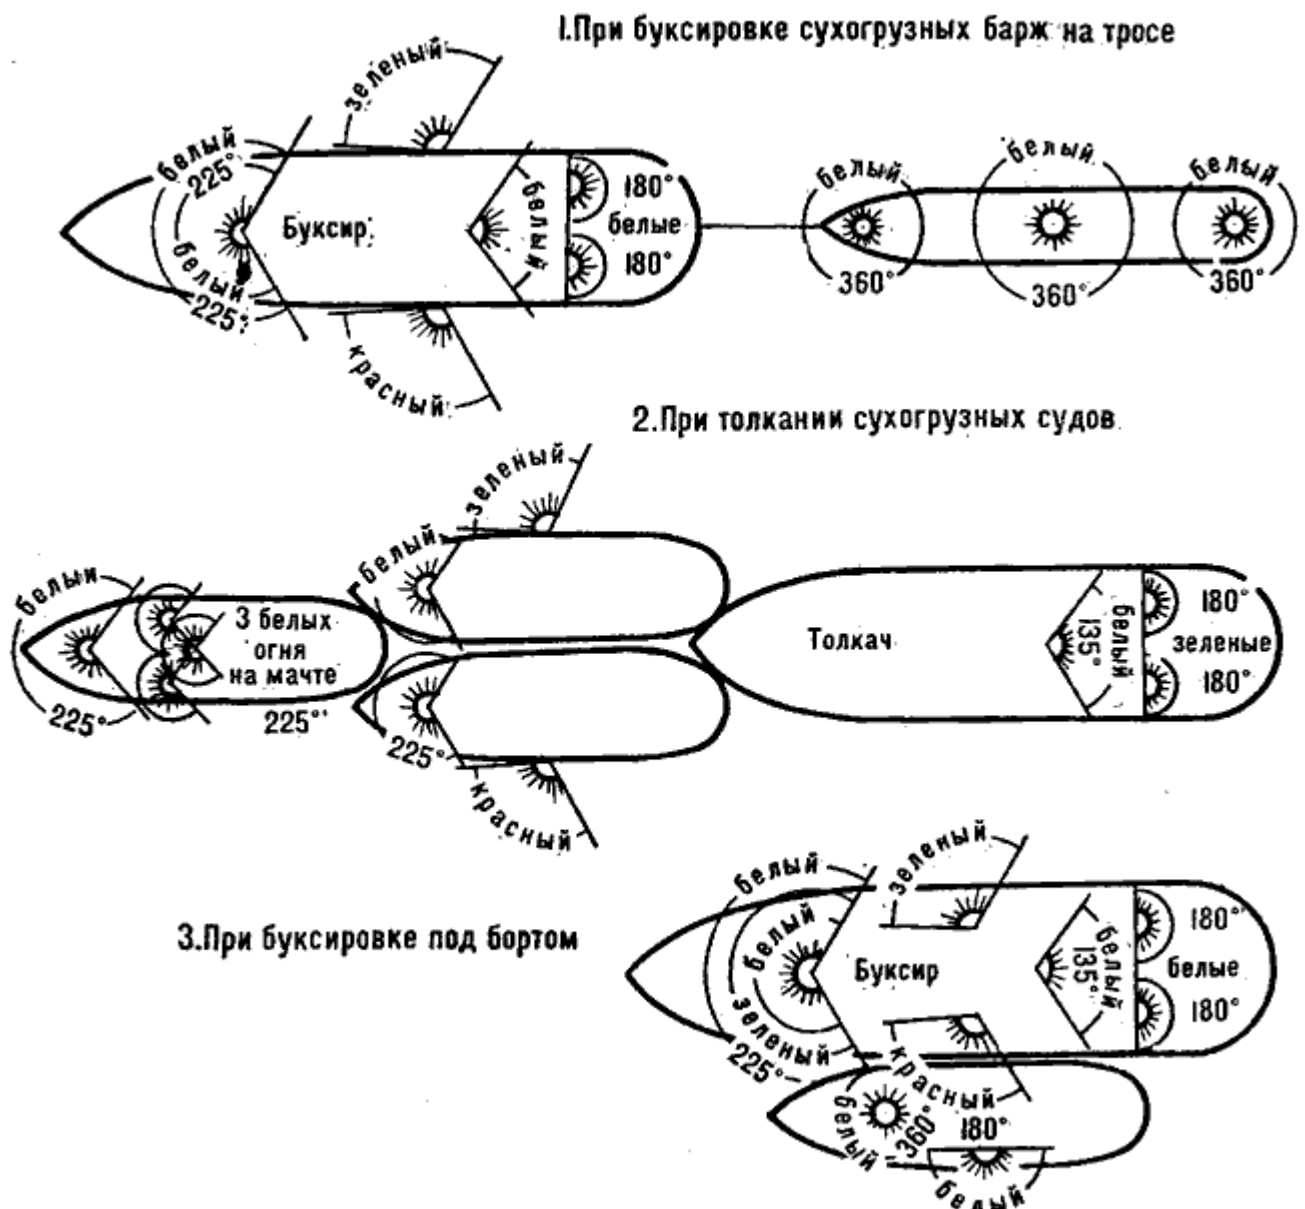

Рис. 144. Схема расположения ходовых огней на речных буксирах
4. *Буксирные суда, ведущие на буксире другие суда или плоты, кроме огней, предусмотренных § 25 для одиноких судов (отличительных, гакового и гакабортных), несут на передней мачте (рис. 144):*
- сухогрузные, длиной более 50 м - кроме белого клотикового на мачте по одному белому огню на носовом и кормовом флажтоках (рис. 144);
- буксируемое под бортом - один белый клотиковый огонь на мачте и один белый огонь с внешнего борта (рис. 144);
Если ширина толкаемых судов превышает ширину толкача, то его отличительные огни переносят на наружные борта толкаемых судов (§ 35, рис. 144).